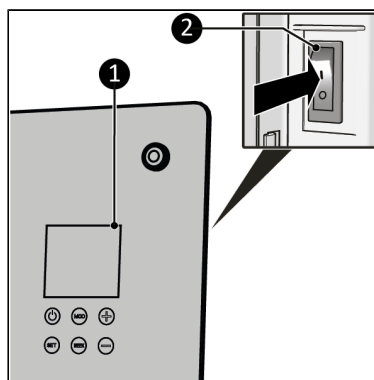

Figure 67.
1. Placez le commutateur ON/OFF en position ON (Figure 67, pos. 1).
2. L'écran (Figure 67, pos. 2). affiche OFF.